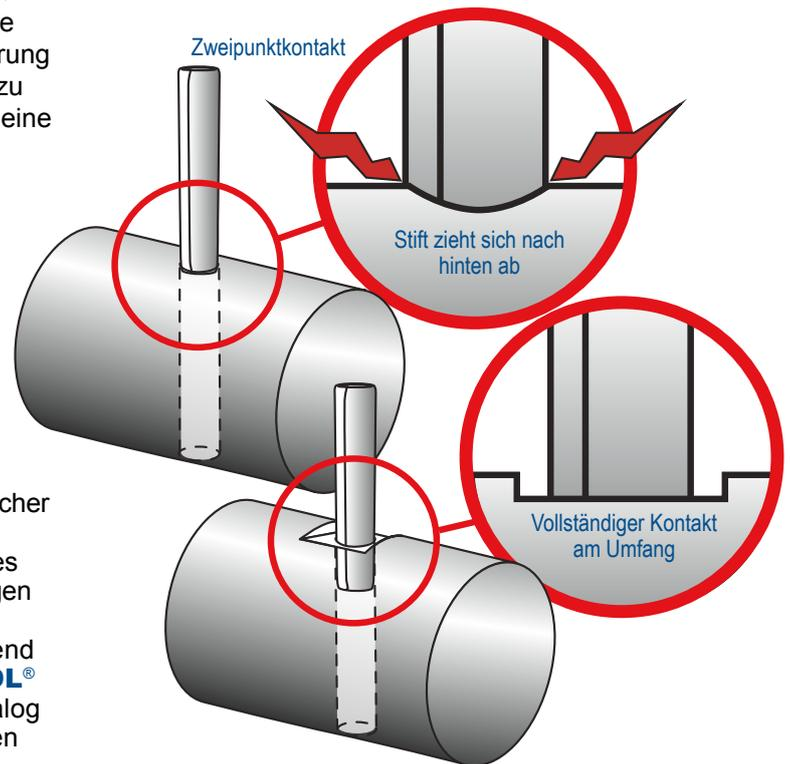

Abbildung 3
- Die Montage eines Zylinderstifts in eine Bohrung an der Oberfläche eines zylindrischen Objekts führt zu einem Zweipunktkontakt zwischen dem Stift und der Bohrung. Dadurch wird die Druckkraft nur auf zwei Punkte am Umfang konzentriert. Um die Kontaktfläche zwischen der Peripherie, der Bohrung und des Stifts zu erhöhen und um die Montage zu erleichtern, ist an der Außenfläche der Bohrung eine Abflachung vorzusehen (Abbildung 3).